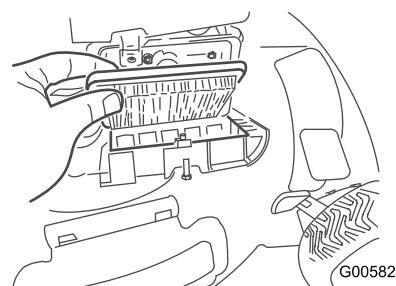

Figura 20
2. Sostituite il filtro dell'aria (Figura 20).